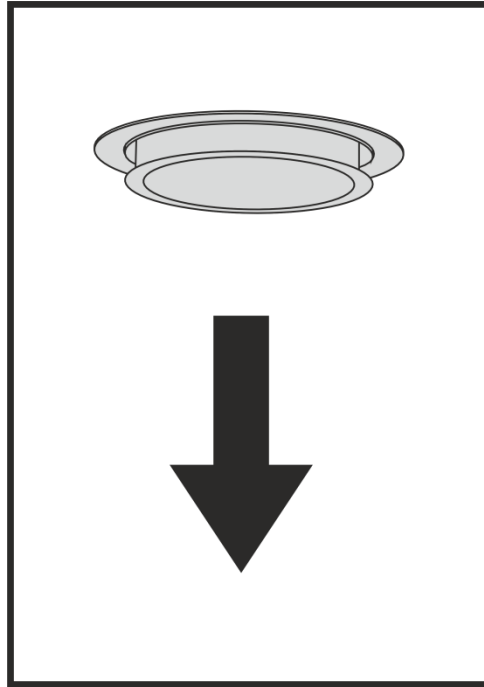

Рис.7
8.9 На витяжці встановлено **LED** лампи для освітлення робочої зони плити. Перед початком заміни лампи освітлення необхідно відключити витяжку від електромережі, дати можливість охолонути лампам. Для заміни лампи необхідно зняти алюмінієвий фільтр, витягнути висувну панель з фільтром, злегка надавити на лампу, вийняти з корпусу витяжки (**рис.7**).